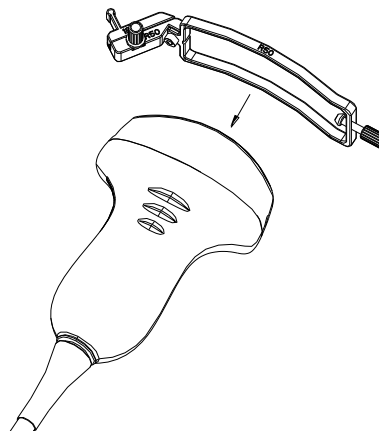
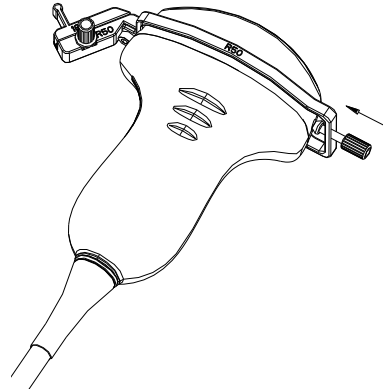

Abbildung 6-31 Anbringen des Halterungs-Kits an der Sonde
Abbildung 6-32 Drehen von Regler 2 im Uhrzeigersinn
Schritt 3: Befestigen Sie das Nadelführungshalterungs-Kit an der passenden Sonde, indem Sie die Halterung wie in Abbildung 6-31 dargestellt über der Sonde anbringen, bis sie einrastet. Stellen Sie sicher, dass der rechteckige Schlitz der Halterung in der Wölbung an der Sondenspitze einrastet. Stellen Sie sicher, dass der Kegel an Regler 2 in die Kerbe an der Sondenspitze einrastet, und drehen Sie Regler 2 gemäß Pfeilrichtung in Abbildung 6-32 im Uhrzeigersinn, bis er einrastet.